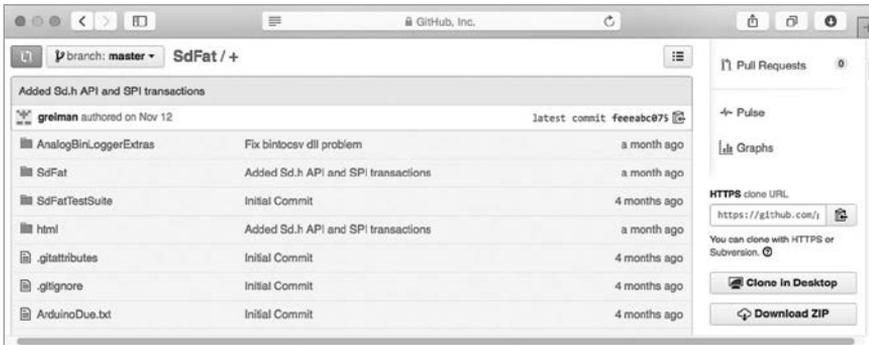

Рис. 8.14. Страница загрузки библиотеки
1. Откройте страницу <https://github.com/greiman/SdFat/> и щелкните на кнопке **Download ZIP** (Загрузить ZIP-архив). На рис. 8.14 показано, как выглядит эта страница.